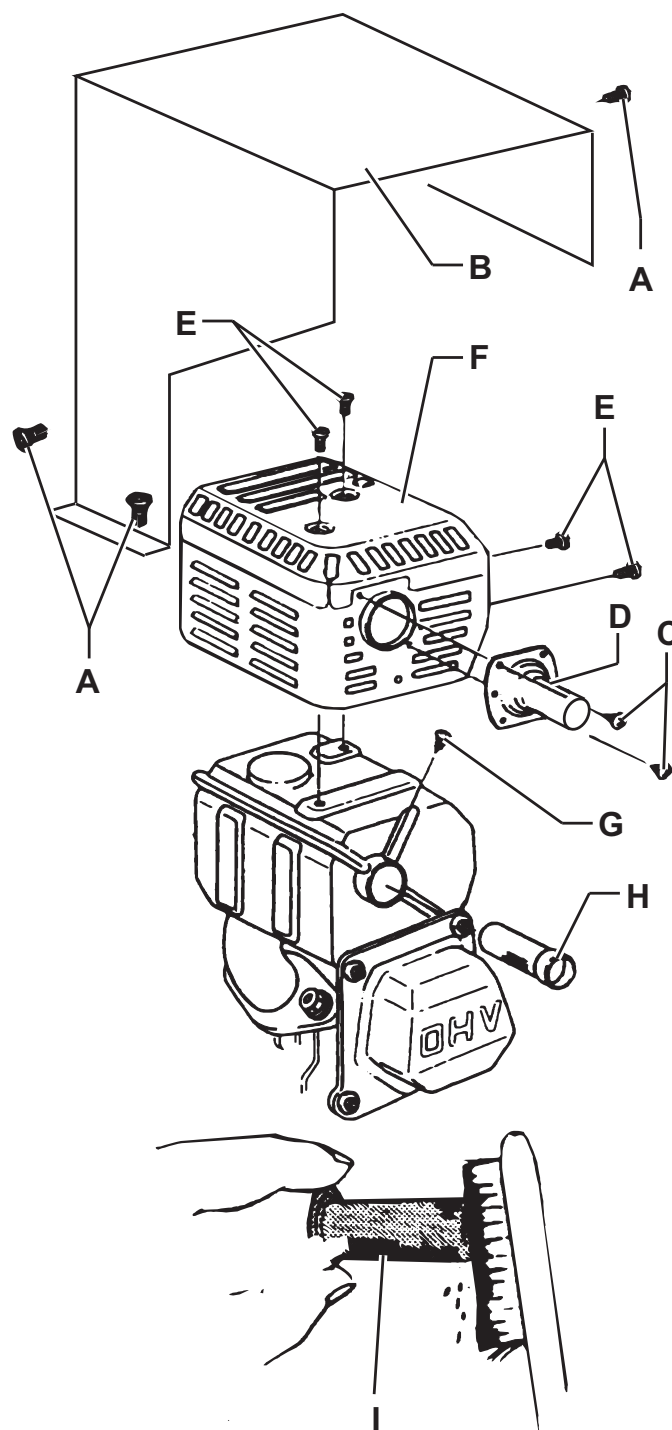

Рис. 25
2. Поверните ключ зажигания (61) в положение «0».
3. Откройте капот машины (18), потянув за ручку (41), и надежным образом закрепите его с помощью опорного стержня (53).
4. Поднимите и разберите на части перегородку правой стороны (45).
5. Открутите винты (А, Рис. 25) и аккуратно снимите защиту глушителя (В).
6. Открутите винты (С) и снимите выхлопную трубу (D).
7. Открутите винты (Е) и аккуратно снимите защиту глушителя (F).
8. Открутите винт (G) и снимите дефлектор (H) с глушителя.
9. С помощью щетки удалите нагар с щита дефлектора (I). Будьте осторожный, чтобы не повредить щит дефлектора. Если целостность дефлектора нарушена, замените его.
10. Установите дефлектор (H) на защиту глушителя (F) и выхлопную трубу (D).